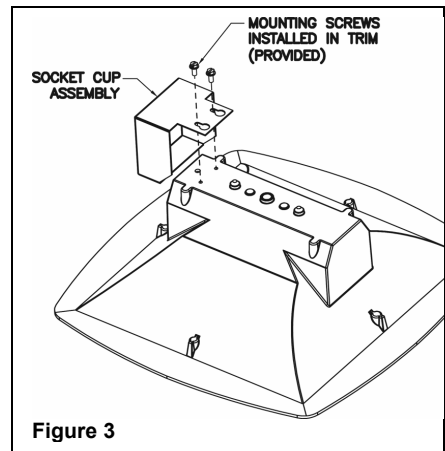

Figure 3
1. Attach socket cup assembly to the RT5D trim. Align the keyhole slots with the two mounting screws (provided) and slide into place. Tighten screws with flat screwdriver or 1/4" hex driver. (See Figure 3.)
1. Fixer le montage boîtier de douille à la trame du RT5D. Aligner les rainures en trou de serrure aux deux vis de montage (fournies) et glisser en place. Serrer les vis à l'aide d'un tournevis à lame plate ou hexagonale 1/4 po. (Voir la Figure 3)